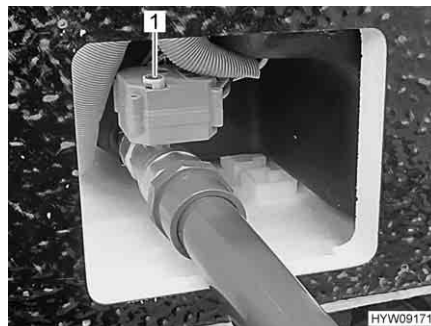

Fig. 193 Manovella (rubinetto di scolo delle acque grigie)
- Per aprire il rubinetto di scolo delle acque grigie sollevare la manovella (Fig. 193,1) e ruotarla in senso antiorario fino a battuta. La direzione di rotazione (O per apertura, S per chiusura) è indicata sulla manovella.
- Per chiudere il rubinetto di scolo delle acque grigie sollevare la manovella (Fig. 193,1) e ruotarla in senso orario fino a battuta.